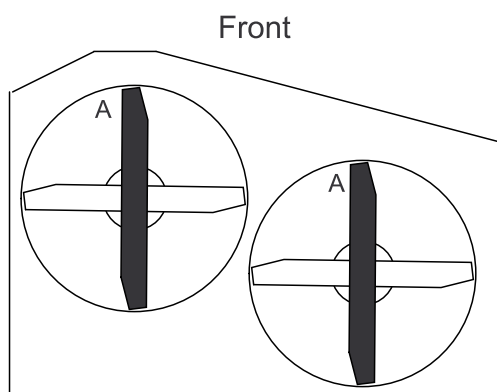

Bild 51
3. Drehen Sie die Schnittmesser, bis die Enden nach vorne und hinten gerichtet sind. Messen Sie von einer ebenen Fläche bis zu den Schnittkante (Position **A**) der Messer (Bild 51).